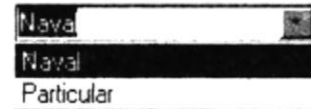

Figura 3.21 Elija Origen
- ELIJA ORIGEN: Aquí damos clic en el combo y se elige la calificación. (Ver figura 3.21)